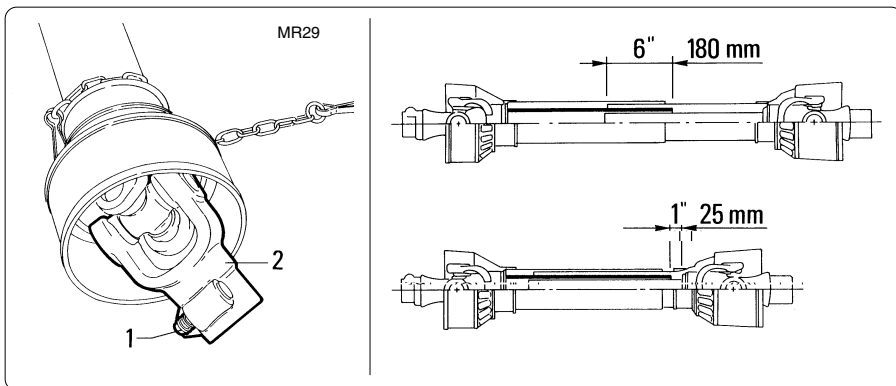

fig. 4.2.3
- Verificare la corretta lunghezza del cardano fig. 4.2.3.
- *Check that the driveline is the correct length fig. 4.2.3.*
Mentre nella posizione di massimo accoppiamento il cardano deve presentare ancora una corsa di circa 25 mm (1 inch) vedi fig. 4.2.3.
A tale scopo inserire completamente le spine e i bulloni di sicurezza "1" fig. 4.2.3 nelle scanalature appositamente predisposte sugli alberi della presa di forza, sia dal lato del trattore che dal lato del rasaerba.
Driveline travel must still be about 25 mm (1 inch) in the maximum coupling position. See fig. 4.2.3.
To achieve this condition, completely insert the pins and safety bolts "1" fig. 4.2.3 into the relative grooves in the pto shafts on both the tractor and mower sides.